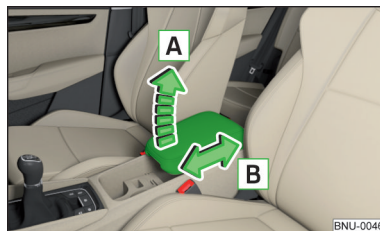

Fig. 83
- Para el **ajuste de altura**, elevar el apoyabrazos en el sentido de la flecha  en una de las posiciones de retención » fig. 83.